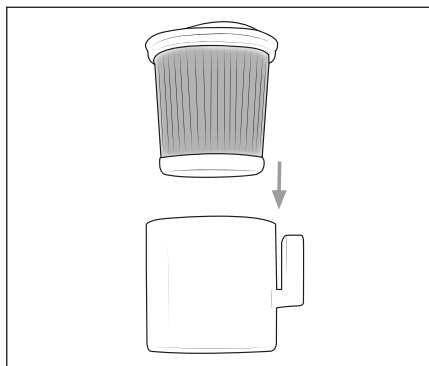

Fig. 20
- 7) Inserire il filtro HEPA **4** nel contenitore del filtro HEPA **5** (vedere fig. 20).